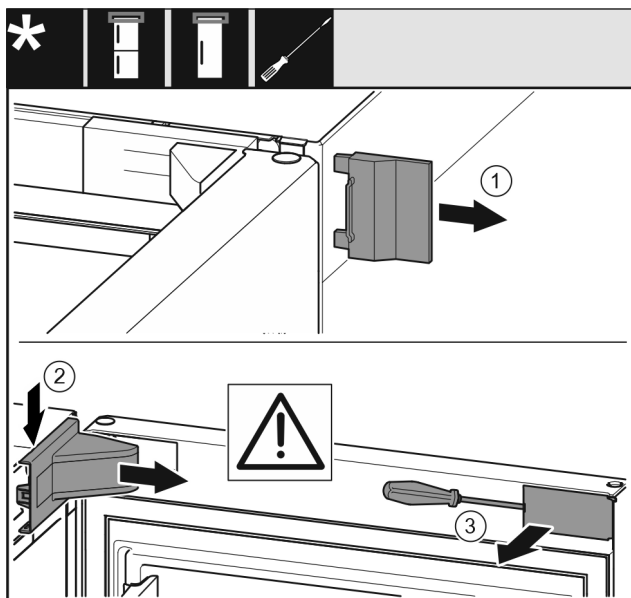

Fig. 10
- Rimuovere la copertura esterna Fig. 10 (1).
- Disinnestare e rimuovere la copertura del blocco di supporto Fig. 10 (2).
- Disinnestare la maschera Fig. 10 (3) con un cacciavite a intaglio e ruotarla lateralmente.